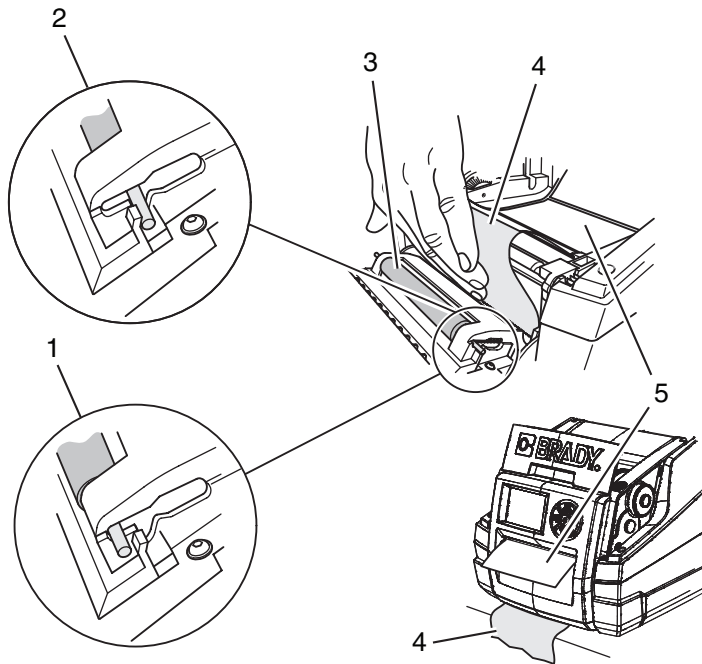

Bild 23, Spendemodus
3. Drücken Sie an beiden Enden auf die Achse der Andruckwalze (**Bild 23, 3**) und schieben Sie die Walze von der deaktivierten Position (**Bild 23, 2**) in die aktivierte Position (**Bild 23, 1**).
4. Entfernen Sie die Etiketten (**Bild 23, 5**) von den ersten etwa 150 mm (6 Zoll) des Trägermaterials (**Bild 23, 4**).
5. Führen Sie das Trägermaterial (**Bild 23, 4**) hinter dem Bedienfeld nach unten aus dem Druckers.